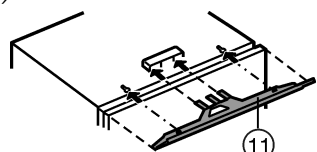

Fig. 9
- ▶ Fixer le cache Fig. 9 (11) de compensation au centre de l'appareil : le glisser dans le logement puis le fixer dans les encoches.